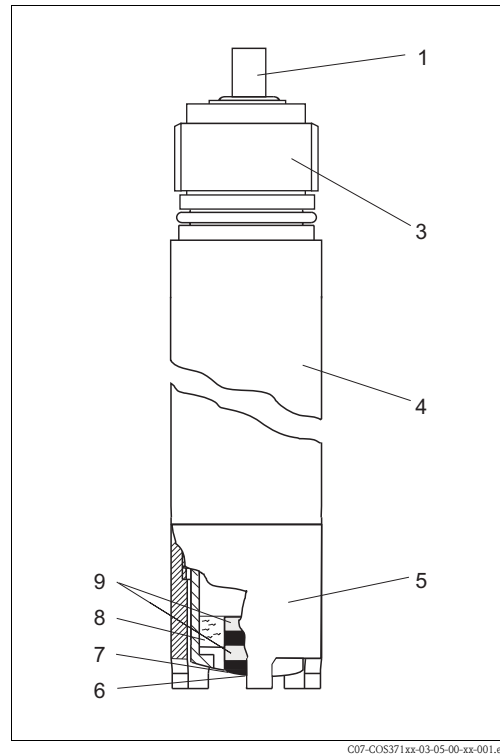

Fig. 11 : Construction de la cellule
- Corps de la cellule (fig. 11, pos. 4)
- Cage de protection (fig. 11, pos. 5)